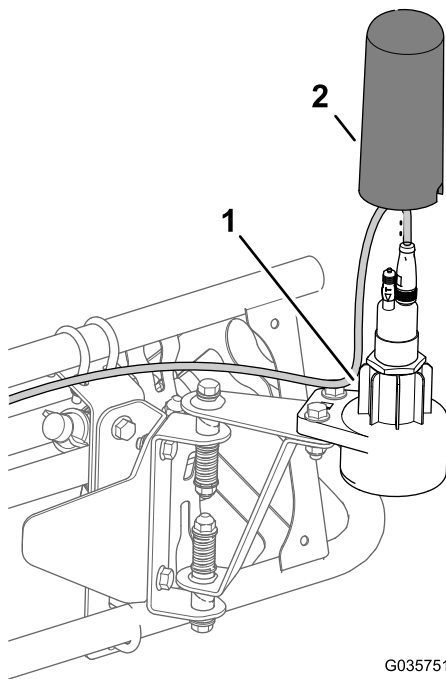

Figura 25
4. Instale la carcasa superior sobre el sensor y en la carcasa inferior (Figura 25).